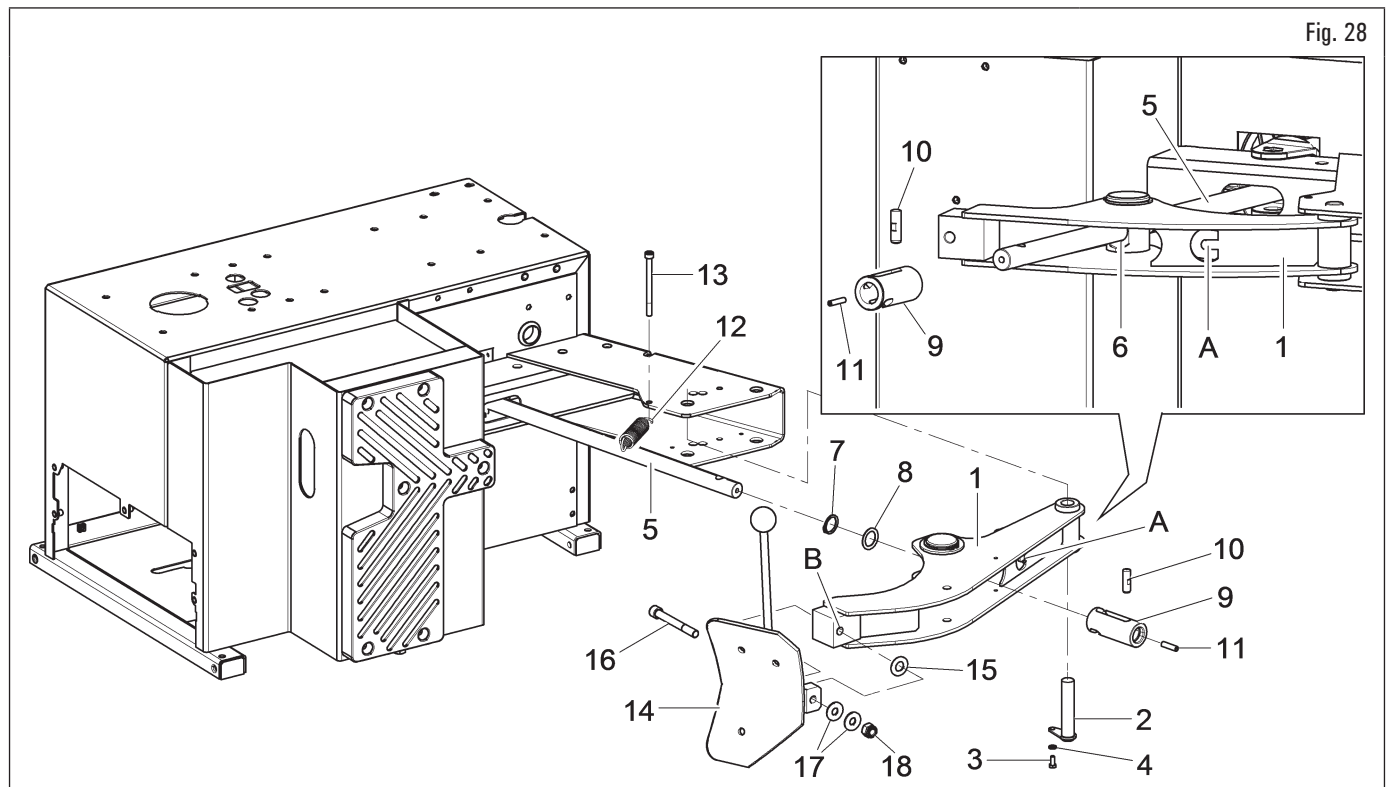

Fig. 28
1. Introduire l'extrémité du bras décolle-pneus (Fig. 28 réf. 1) dans la partie en saillie du châssis; introduire le goujon (Fig. 28 réf. 2). Bloquer le goujon au moyen de la vis (Fig. 28 réf. 3) et de la rondelle (Fig. 28 réf. 4) ;
2. introduire la tige (Fig. 28 réf. 5) dans le trou approprié de l'articulation (Fig. 28 réf. 6) présent sur le bras décolle-pneus (Fig. 28 réf. 1) en interposant le seeger (Fig. 28 réf. 7) et la rondelle (Fig. 28 réf. 8). Enfiler la came avec repositionnement (Fig. 28 réf. 9) dans la partie de tige qui ressort du bras ; centrer la goupille (Fig. 28 réf. 10) dans le trou sur la tige et la fixer en vissant le goujon (Fig. 28 réf. 11) ;
3. monter le ressort (Fig. 28 réf. 12), en l'accrochant à la vis (Fig. 28 réf. 13) et à l'extrémité (Fig. 28 réf. A) (sur le bras) ;
4. positionner la palette (Fig. 28 réf. 14) en face de l'extrémité du bras décolle-pneus ; introduire dans le point (Fig. 28 réf. B) le ressort à godet (Fig. 28 réf. 15). Fixer la palette (Fig. 28 réf. 14) au bras décolle-pneus avec la vis (Fig. 28 réf. 16), les rondelles (Fig. 28 réf. 17) et l'écrou (Fig. 28 réf. 18).